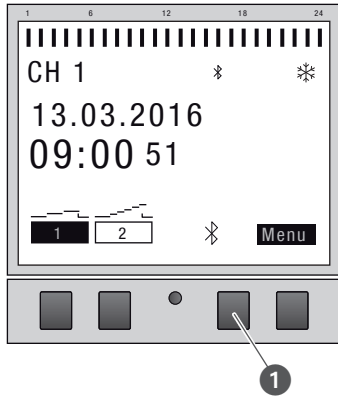

Abb. 24: Bluetooth-Verbindung an der Zeitschaltuhr ein-/ausschalten
1. Zum Ausschalten der Bluetooth-Verbindung die Bluetooth-Taste (Abb. 24/①) an der Zeitschaltuhr ca. 2 Sekunden drücken.